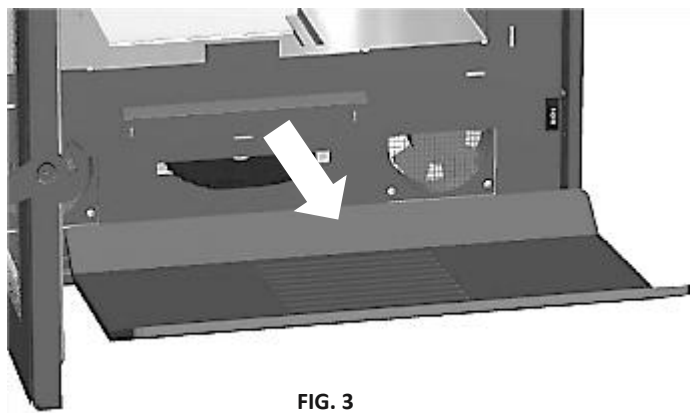

FIG. 3
1. Desmontar os defletores, as placas laterais e o fundo. **Prestar atenção às peças de vermiculite, já que se podem partir.** (Fig. 3)